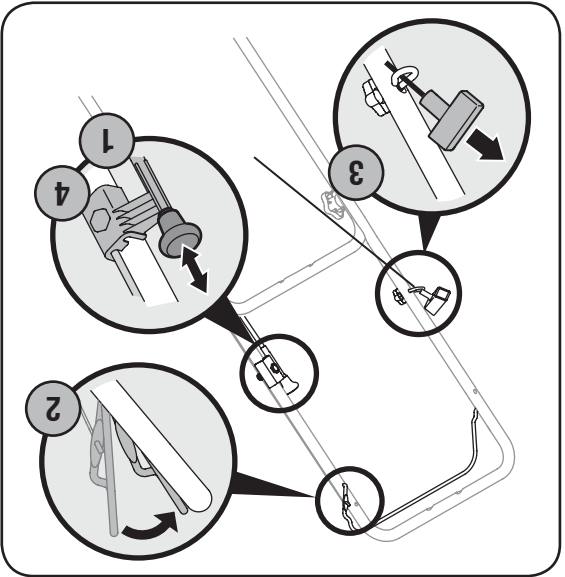

Figure 3-4 - Modèles équipés d'un volet de départ manuel ::
besoin. Voir la Figure 3-4.
1. Lâchez la commande de la lame. Voir la Figure 3-4.
1. Tirez sur le bouton du volet de départ qui se trouve sur la gauche du guidon supérieur. Voir la Figure 3-4.
3. Tirez sur la poignée du démarreur jusqu'à ce que vous sentiez une légère résistance, puis tirez plus rapidement pour surmonter la compression, empêcher le recul et faire démarrer le moteur. Répétez au besoin. Voir la Figure 3-4.